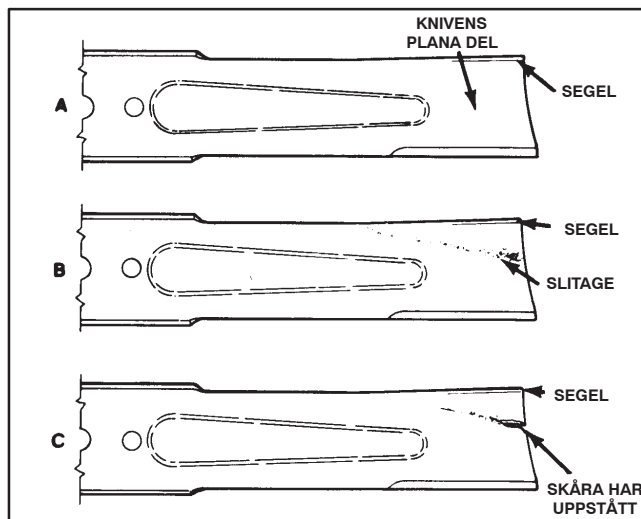

fig. 29
(fig. 29–30)
4. Undersök knivens egggrar noggrant, i synnerhet där knivens flata och böjda del möts (fig. 29–A). Kontrollera kniven innan du använder gräsklipparen eftersom sand och slipande material kan slita bort metallen som förenar knivens flata och böjda delar. Byt ut kniven om den är sliten (fig. 29–B). Se Demontera kniven.
Om kniven tillåts att bli sliten, kommer ett spår att bildas mellan seglet och knivens flata del (fig. 29–C). Till slut kan en bit av kniven gå av och slungas ut från under kåpan och kanske skada dig eller någon kringstående allvarligt.